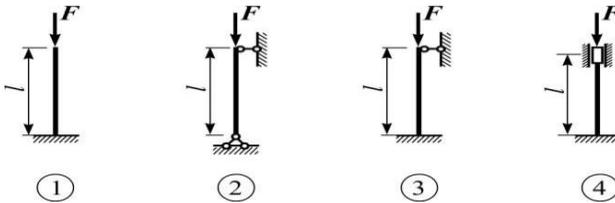
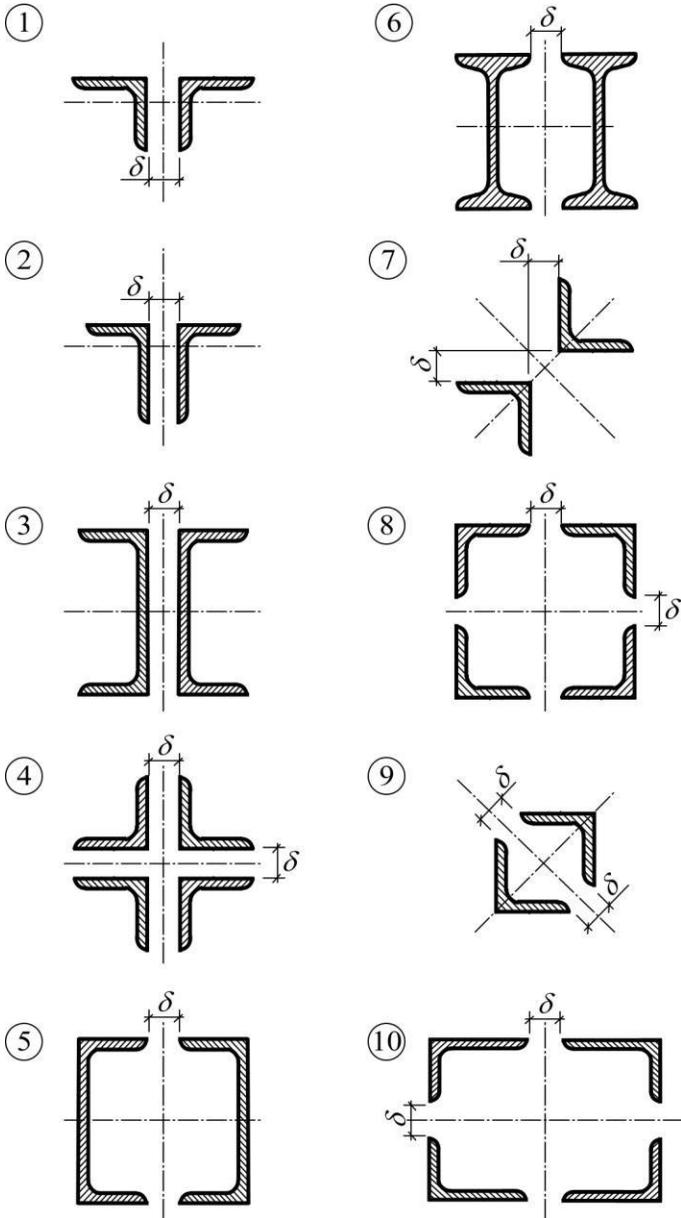

Рис. 6.1. Схеми закріплення центрально стиснутих стержнів
Рис. 6.2. Схеми поперечних перерізів стиснутих стержнів
*Умова задачі.* Добрати поперечний переріз заданої форми (рис. 6.2.) для центрально стиснутого стержня (рис. 6.1.) та визначити для нього коефіцієнт запасу стійкості. Стержень сталевий. Дані взяти з табл. 6.1.
*Умова задачі.* Знайти допустиме навантаження на центрально стиснутий стержень. Довжину стержня  $l$  та схему його закріплення вибрати з табл. 6.1 та рис. 6.1, а поперечний переріз вибрати за табл. 2.1 та рис. 2.1.